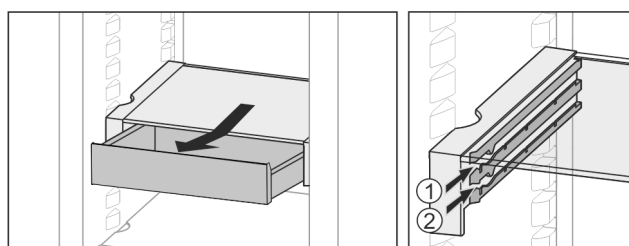

Fig. 26
- ▶ На любой высоте Fig. 26 (1) или Fig. 26 (2) вставить.